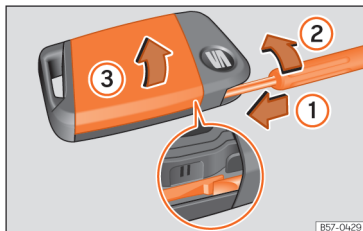

Fig. 76 Chave do veículo: abertura da tampa do compartimento da pilha.
- Introduza uma chave de fendas de folha plana na chave do veículo, pelo guia exterior da chave de emergência, aprox. 1 cm no sentido da seta » » » **Fig. 76 (1)**.
- Rode a chave de fendas no sentido dos ponteiros do relógio até que a tampa se abra » » » **Fig. 76 (2)**.
- Desloque a tampa no sentido da seta » » » **Fig. 76 (3)** e retire-a » » » **1**.